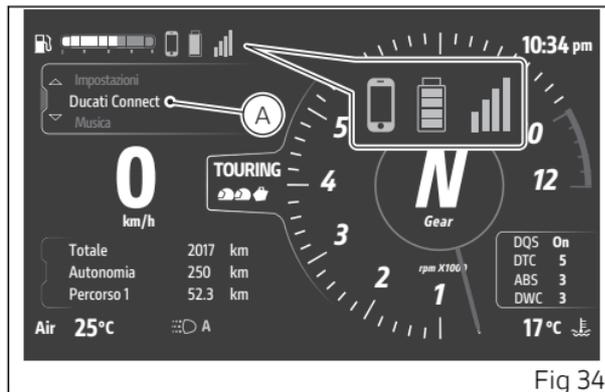

Fig 34
- sul cruscotto, tramite joystick ▲▼ selezionare la voce "Ducati Connect" dall'Interactive Menu e premere ENTER (A, Fig 34).
- sul cruscotto, tramite joystick selezionare la voce "Ducati Connect" dall'Interactive Menu e premere ENTER (A, Fig 34).